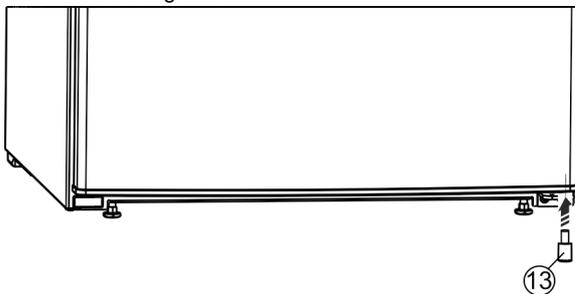

Fig. 26 \*
- ▶ Volver a colocar la pieza distanciadora Fig. 26 (13) en la parte inferior derecha de la puerta, ya que es importante para la estabilidad del aparato.\*